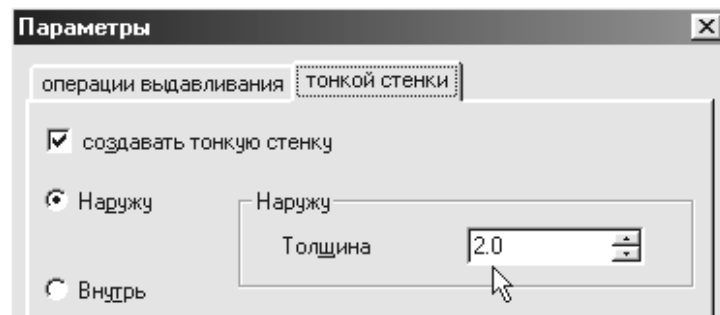

Рис. 5.17.
13. Установіть величину тонкої стінки рівною 2 мм, рис. 5.17. Зображення такої деталі показано на рис. 5.18.